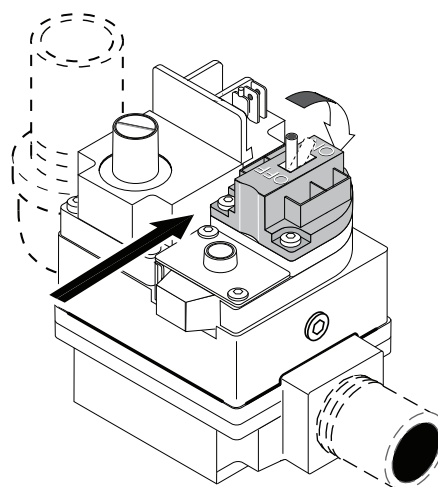

Figure 37.
6. **Soupape de type commutateur :** Tirer le commutateur vers soi afin de fermer l'arrivée du gaz, voir la figure 37.
7. Attendre cinq (5) minutes que tout gaz se dissipe. **ARRÊTER** si une odeur de gaz est détectée. Suivre la consigne « B » dans la section « AVANT LA MISE EN ROUTE » (page 42). Passer à l'étape suivante en l'absence de gaz.
4. **Soupape de type commutateur :** Tirer vers soi afin de fermer l'admission du gaz, voir la figure 37.